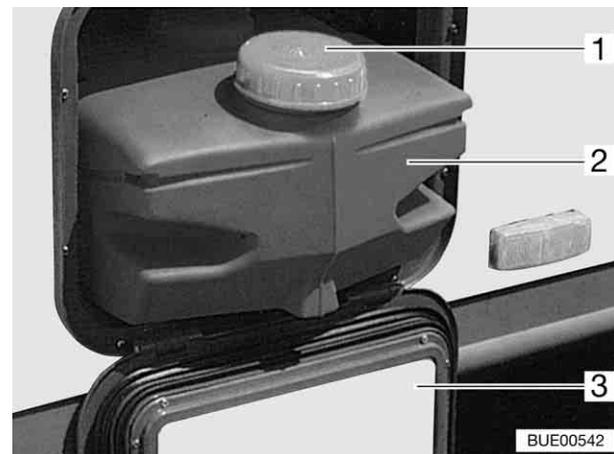

Bild 127 Wassertank 22 l
Bei Transport den Wassertank mit dem Verschlussdeckel (Bild 127,1) verschließen.
- Serviceklappe (Bild 127,3) öffnen (siehe Kapitel 6).
- Wassertank (Bild 127,2) herausziehen.
- Wassertank (Bild 127,2) herausziehen und entleeren.